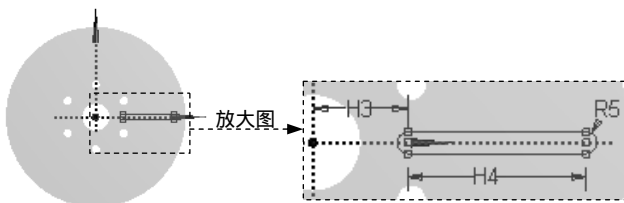

图 3.11.15 草图 3
(1) 绘制图 3.11.15 所示的草图 3。选取 XYPlane，单击“New Sketch”按钮 ，绘制图 3.11.15 所示的截面草图，其中 H3=90，H4=170，R5=10。